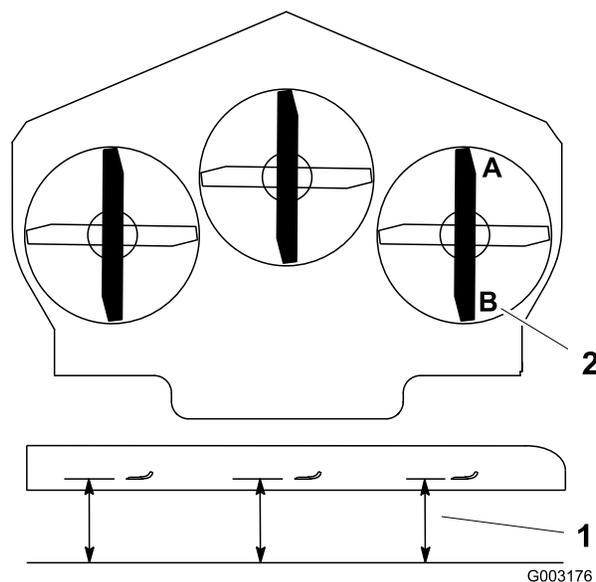

Figura 77
1. Disponete la lama destra in posizione longitudinale rispetto alla macchina (Figura 77).
2. Misurate la lama destra al punto **A** da una superficie piana fino al tagliente della punta della lama (Figura 77).
- Misurate la lama destra al punto **B** da una superficie piana fino al tagliente della punta della lama (Figura 77).
- La lama del tosaerba deve essere da 6 a 10 mm più bassa al punto **A** rispetto al punto **B** (Figura 77). In caso contrario eseguite la seguente operazione.